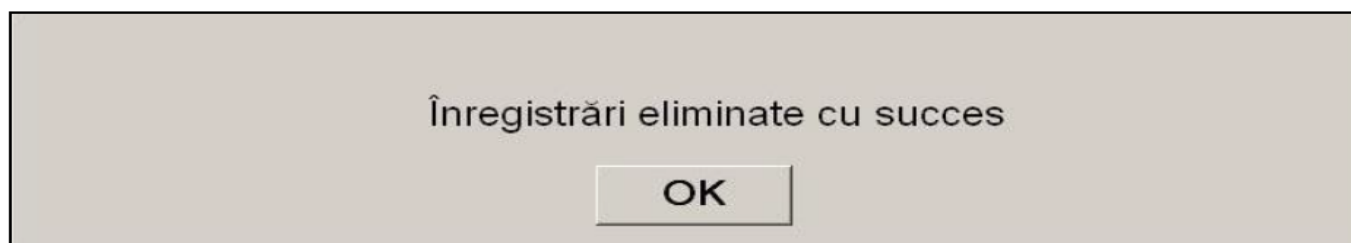

Figura 36
După ce s-au șters toate datele, o altă fereastră va apare pentru a confirma dacă acțiunea este realizată (figura 36). Apăsați butonul (OK) pentru a reveni la meniul principal (figura 33).